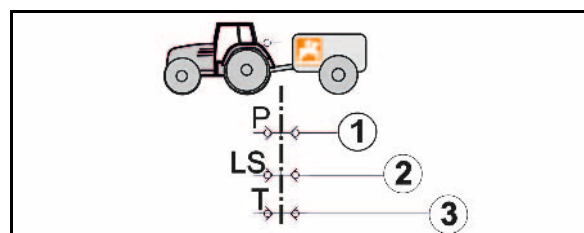

Fig. 85
- Mantenere la distanza fra punto di aggancio e trasduttore angolare (Fig. 85/ X) il più ridotta possibile (in particolare con timone per sollevatore).